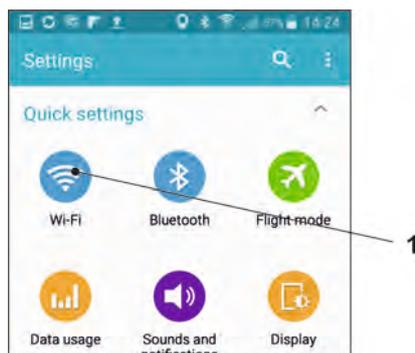

Fig. 31-3 Symbole pour WLAN
3. Choisir WLAN (Fig. 31-3 point 1).